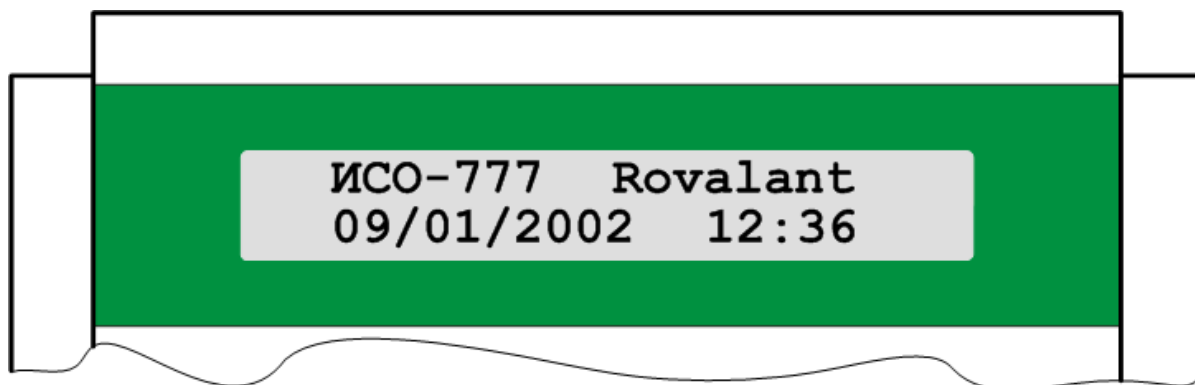

Рисунок 2 – Вид информации, отображаемой ВПУ в дежурном режиме
- 2) Убедиться, что панель индикации ВПУ отображает основное меню (рисунок 2). В противном случае требуется вмешательство дежурного сектора или пожарной службы (службы охраны).
- 1) Убедиться, что панель индикации ВПУ отображает основное меню (рисунок 2). В противном случае требуется вмешательство дежурного сектора или пожарной службы (службы охраны).
- 2) Предъявить пропуск «Служба охраны». Появится надпись «СОТРУДНИК СЛУЖБЫ ОХРАНЫ». После этого ВПУ перейдет в режим индикации основного меню (рисунок 2).